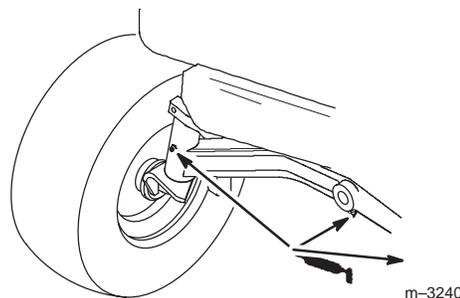

Bild 32
1. Fetten Sie die linken und rechten Spindeln, bis das Fett beginnt, aus den Lagern auszutreten (Bild 32).
2. Fetten Sie das Gelenk an der Vorderachse (Bild 32).